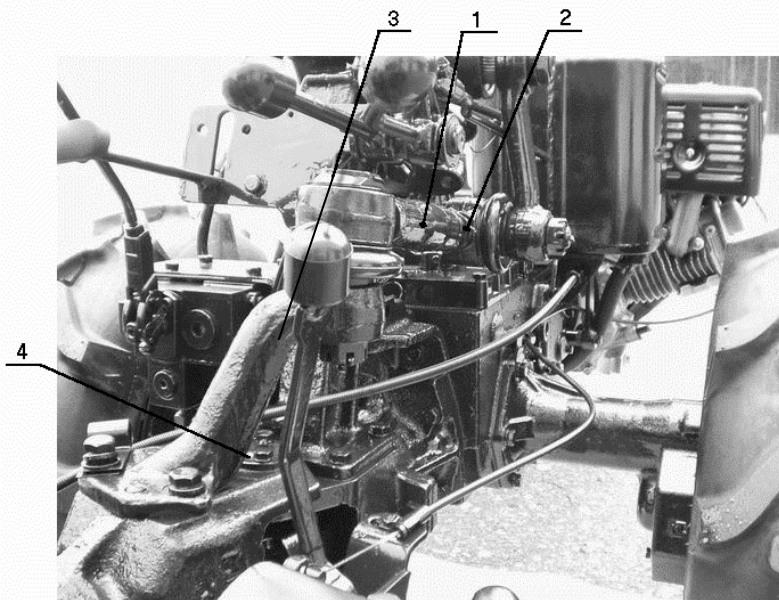

Рисунок 10 – Тяга рулевого управления
- а) Отпустите контргайку 2 рулевой тяги 1 (рисунок 10).
- б) Отсоедините рулевую тягу 1 от сошки (рисунок 10).